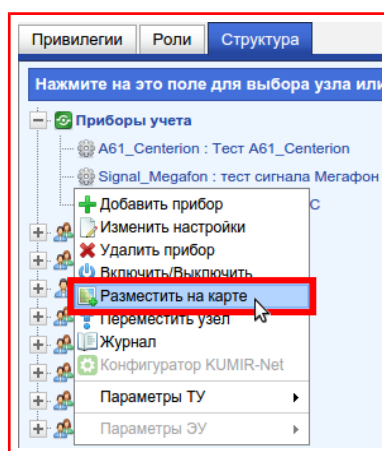

Рисунок 9.48 — Пункт «Разместить на карте»
- 2) В появившемся меню выбрать **«Разместить на карте»**, рисунок 9.48;